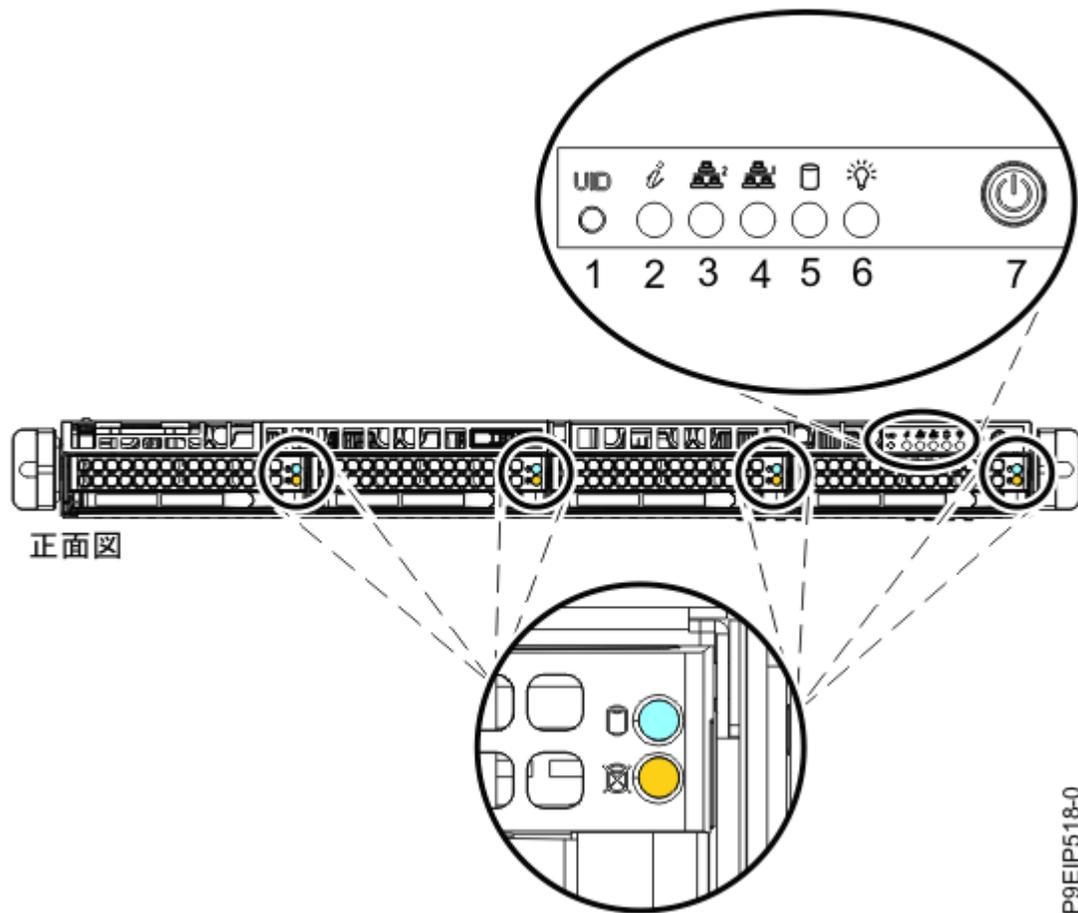

図 68 : 7063-CR1 システムの電源スイッチ
2. 電源ボタン **(7)** を押します (85 ページの図 68 を参照)。